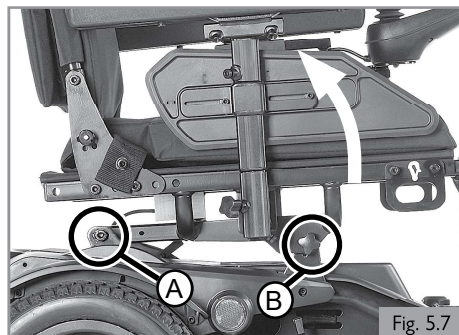

Fig. 5.7
5.5 Inclinación del asiento establecida (Fig. 5.7)